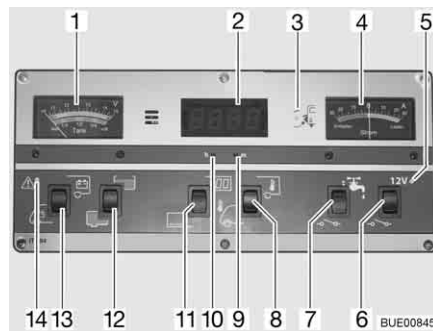

Bild 152 Panel IT 994
Beim Anzeigeeinstrument V/Tank (Bild 152,1) die obere Skala beachten. Das Anzeigeeinstrument wird automatisch beleuchtet, sobald ein Schalter gedrückt wird.
- Wippschalter (Bild 152,13) unten drücken: Die Batteriespannung der Starterbatterie wird angezeigt.
- Wippschalter (Bild 152,13) oben drücken: Die Batteriespannung der Wohnraumbatterie wird angezeigt.
Beim Anzeigeeinstrument V/Tank (Bild 152,1) die untere Skala beachten. Das Anzeigeeinstrument wird automatisch beleuchtet, sobald ein Schalter gedrückt wird.
- Wippschalter (Bild 152,12) oben drücken: Die Wassermenge wird angezeigt.
- Wippschalter (Bild 152,12) unten drücken: Die Abwassermenge wird angezeigt.
Die rote Warnleuchte ALARM (Bild 152,14) blinkt, sobald die Spannung der Wohnraumbatterie 11 V (Messung im laufenden Betrieb) unterschreitet und damit Tiefentladung droht.
- Wippschalter (Bild 152,11) oben drücken: Digitaluhr-Anzeige ist eingeschaltet. Temperaturanzeige ist betriebsbereit.
- Wippschalter (Bild 152,11) unten drücken: Digitaluhr-Anzeige und Temperaturanzeige sind ausgeschaltet.
- Mit einem dünnen Gegenstand, z. B. Kugelschreibermine, in die Öffnung für die Stundenanzeige (Bild 152,10) drücken, bis die gewünschte Stundenzahl angezeigt wird.
- Mit einem dünnen Gegenstand, z. B. Kugelschreibermine, in die Öffnung für die Minutenanzeige (Bild 152,9) drücken, bis die gewünschte Minutenzahl angezeigt wird.
- Wippschalter (Bild 152,8) oben drücken: Die Innentemperatur wird angezeigt.
- Wippschalter (Bild 152,8) unten drücken: Die Außentemperatur wird angezeigt.
Am Anzeigeelement Strom (Bild 152,4) wird ständig der aktuell fließende Batteriestrom angezeigt. Das Anzeigeelement wird automatisch beleuchtet, sobald ein Schalter gedrückt wird.
Der 12-V-Hauptschalter (Bild 152,6) schaltet das Panel und die 12-V-Versorgung des Wohnraums ein und aus.
Einschalten: ■ Wippschalter (Bild 152,6) oben drücken: Die 12-V-Versorgung des Wohnraums ist eingeschaltet. Die Kontroll-Leuchte (Bild 152,5) leuchtet grün.
Ausschalten: ■ Wippschalter (Bild 152,6) unten drücken: Die 12-V-Versorgung des Wohnraums ist ausgeschaltet. Die Kontroll-Leuchte (Bild 152,5) erlischt.
Die 12-V-Kontroll-Leuchte (Bild 152,5) leuchtet, wenn der 12-V-Hauptschalter (Bild 152,6) eingeschaltet ist.
Die gelbe 230-V-Kontroll-Leuchte (Bild 152,3) leuchtet, wenn am Eingang des Elektroblocks Netzspannung vorhanden ist.
Einschalten: ■ Wippschalter (Bild 152,7) oben drücken: Die Wasserversorgung ist eingeschaltet.
Ausschalten: ■ Wippschalter (Bild 152,7) unten drücken: Die Wasserversorgung ist ausgeschaltet.